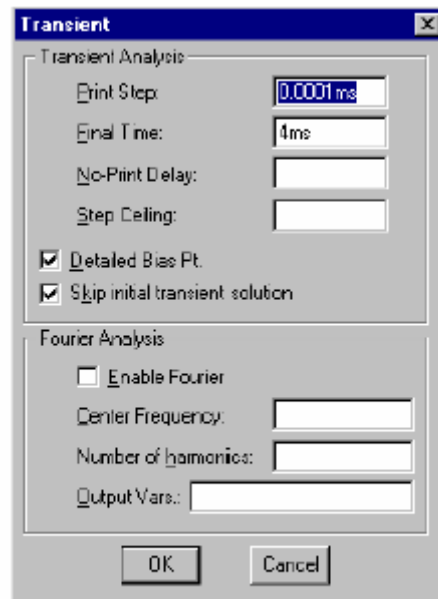
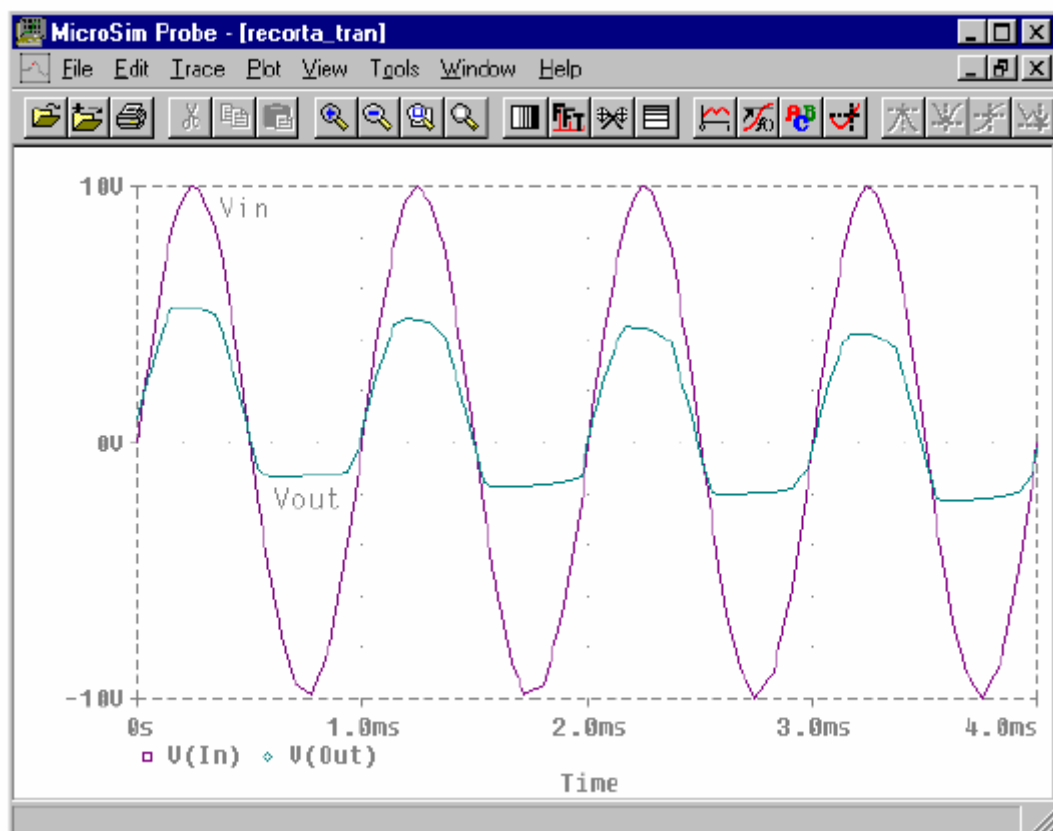
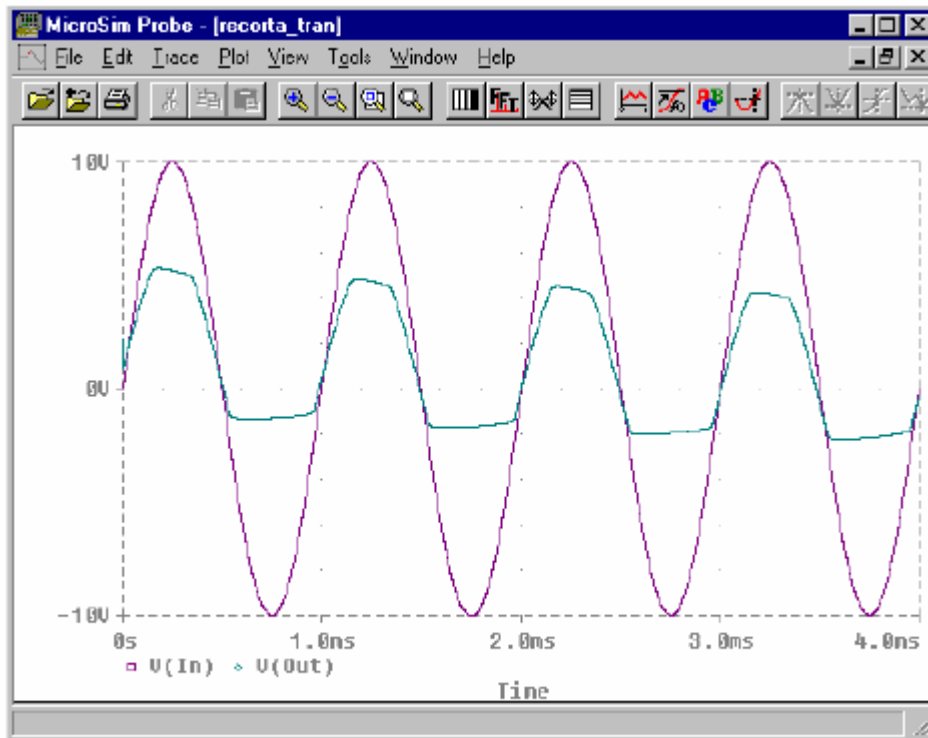

Figura 27
Figura 28
Figura 29
Para la selección de este tipo de análisis se realizarán los mismos pasos que los seguidos para la selección del tipo de análisis DC, salvo que en este caso se ha de seleccionar la opción **Transient...** en la ventana de selección de análisis (figura 16). Al pulsar sobre esta opción aparecerá la ventana de definición donde se pueden elegir el tiempo de comienzo y finalización de la simulación (figura 27). Para ello se ha de escribir en la
2. Simulación. Tras seleccionar la opción **simulate** del menú **Analysis** se elegiren las variables que se desean observar en la pantalla gráfica (**Trace Add**), en este ejemplo se eligen las señales Vin y Vout. La respuesta transitoria del circuito será la mostrada en la figura 28.
Observando la figura 28 se puede apreciar que las señales no son redondeadas, sino que están formadas por líneas rectas uniendo diferentes puntos. Estos puntos son los que el simulador ha decidido tomar para representar esta gráfica en los 4 ms. Para modificar esta cantidad de puntos de la simulación se elige la opción *step ceiling* de la ventana mostrada en la figura 27, por ejemplo dar el valor de 1 μ s. Por el aumento del número de puntos se aumenta el tiempo invertido en la simulación así como la memoria requerida en el ordenador. De esta forma las señales representadas se suavizan como se muestra en la figura 29.